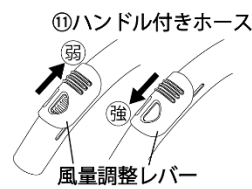

図10
- iii. 使用中、⑪ハンドル付きホースの風量調整レバーで吸引・吐出力の強弱を調整することができます(図10参考)。